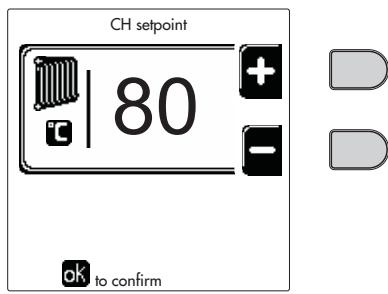
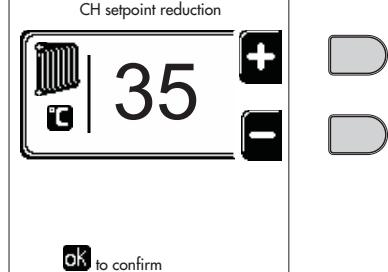
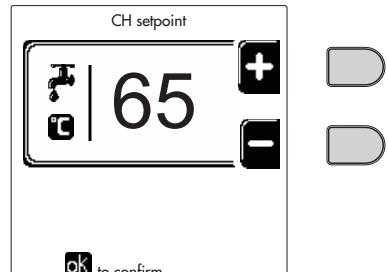

рис. 12
рис. 13
рис. 14
- **ON (ВКЛ).** При поступившем запросе на отопление/ГВС котел работает на заданной температуре регулировки отопления/ГВС (рис. 12/рис. 14).
- **OFF.** При поступившем запросе на отопление/ГВС котел работает на уменьшенной температуре регулировки. Уменьшенная температура достигается путем вычитания температуры регулировки уменьшения (рис. 13/рис. 15) от заданной температуры регулировки отопления/ГВС (рис. 12/рис. 14).